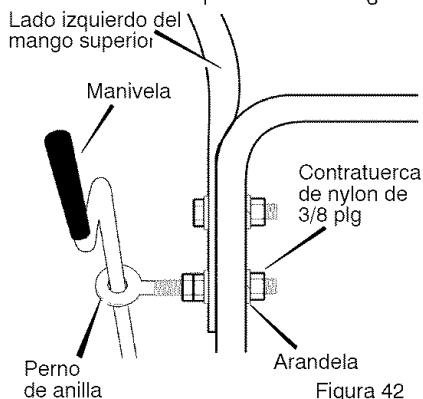

Figura 42
4. Retire los sujetadores y el perno de anilla de los agujeros inferiores del mango inferior. Vea la Figura 42.